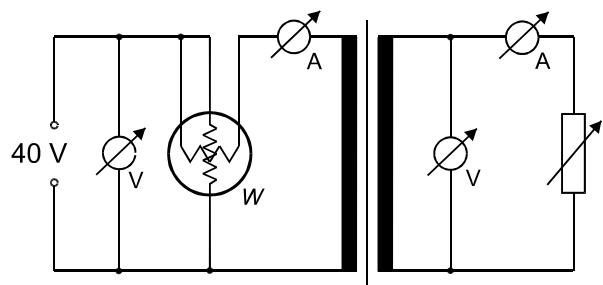

Abb.5 BELASTETER TRANSFORMATOR
Für die Aufgaben 2 und 3 wird die Schaltung nach Abb. 5 verwendet. Die Leistung P_P im Primärkreis wird mit dem Wattmeter W gemessen, außerdem wird im Primärkreis der Strom I_P^{**} und die Spannung U_P mit separaten Instrumenten gemessen. Damit kann aus P_P unmittelbar die Phasenverschiebung berechnet werden (Gl. (4)). Bei der Messung von I_P^{**} (das ist der